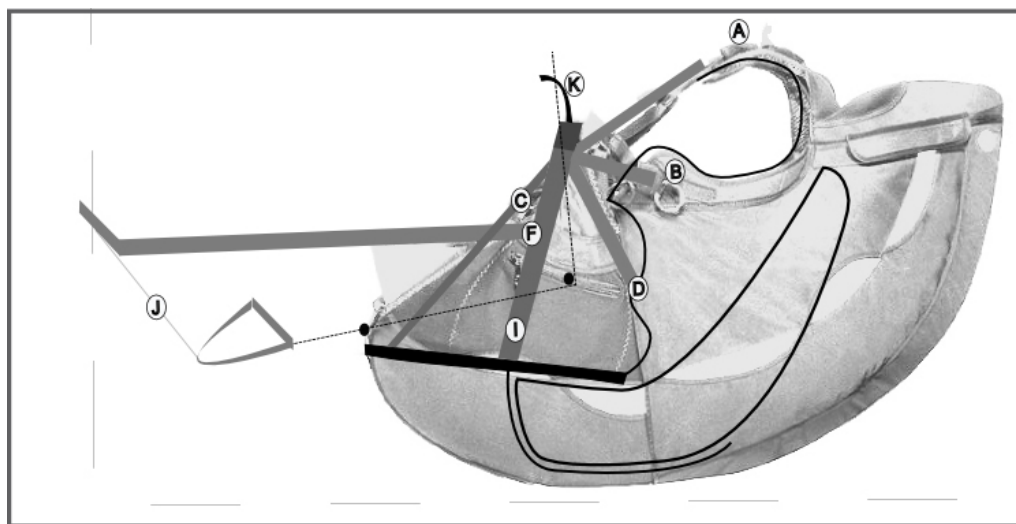

fig 1
Au décollage, vous pourrez fixer le deuxième barreau dans la mâchoire en velcro qui se trouve à l avant de la poche secours ; votre accélérateur sera légèrement relevé et vous évitera d être gêné si il est relié au cale pied par un petit élastique livré avec votre sellette. (figure 1)
Sur les sellettes **Kortel Design**, une petite sangle 20 mm (K) fixée à côté du maillon (figure 1) permet de laisser à demeure la boucle mâle du Kockpit.
Les poches ballast se fixent de la même manière que les Kockpits : soit directement en ceinturant le maillon principal de la voile, soit en utilisant la sangle 20 mm (K) fixée à côté du maillon (figure 1)